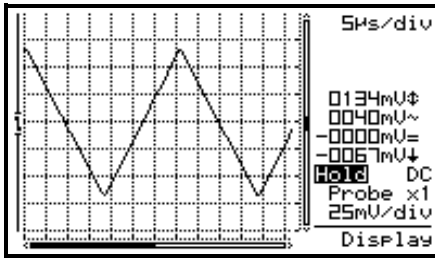

Fig 12
- **Une grille en trait plein** divise l'écran en lignes de référence.. Fig. 12